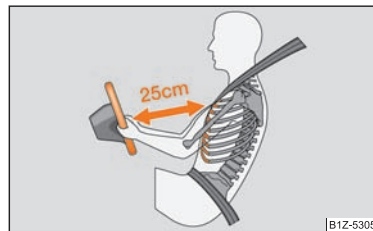

Fig. 97 Distanza di sicurezza dal volante
- È importante che il conducente e il passeggero anteriore mantengano una distanza di almeno 25 cm dal volante e dalla plancia ⇒ fig. 97. Se non si rispetta questa distanza minima, il sistema airbag non può proteggere - pericolo di morte! Inoltre, i sedili anteriori e i poggiatesta devono sempre essere regolati in funzione della statura degli occupanti.